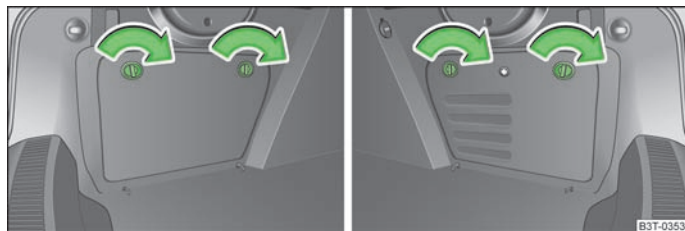

Abb. 102 Gepäckraum: Seitenfach - links / rechts.
- › Das Fach wird durch Drehen der Verschlüsse in Pfeilrichtung geöffnet » Abb. 102.
Im Fach rechts » Abb. 102 befinden sich der CD-Wechsler und der TV-Tuner. In diesem Fach kann auch der Verbandskasten untergebracht werden.